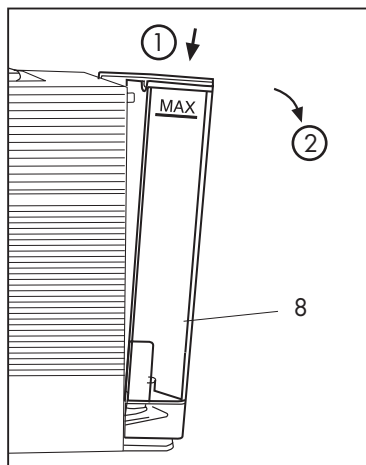

Fig. 1
- Per estrarre il serbatoio (8) premerlo verso il basso, spingendolo contemporaneamente verso l'esterno. **(Fig.1)**